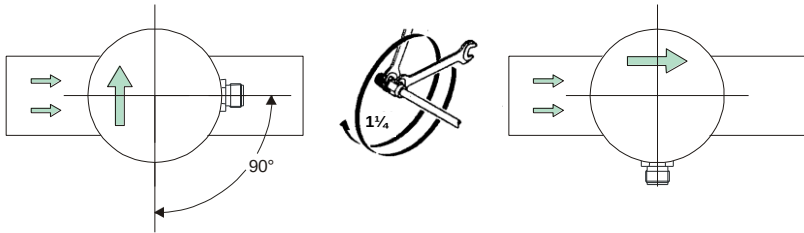

Figure 3-7
- Orienter le capteur avec la main et par le boîtier du capteur un peu dans la bonne direction de flux (tenir compte de la flèche indiquant la direction de flux sur le couvercle du boîtier) et tourner de 90° environ dans le sens inverse des aiguilles d'une montre, tout en respectant la profondeur d'immersion (voir Figure 3-7).